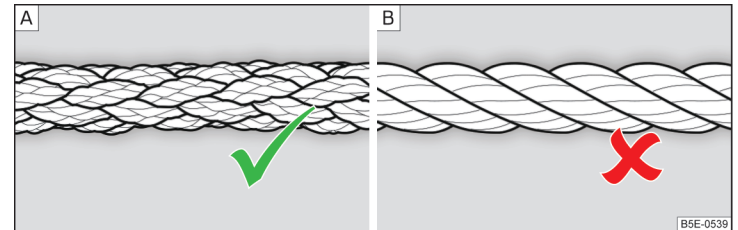

Abb. 148 Geflochtenes Abschleppseil / Gewundenes Abschleppseil
Zum Abschleppen ist ein geflochtenes Abschleppseil zu verwenden » Abb. 148 - A.
- Zum Abschleppen ist kein gewundenes Abschleppseil zu verwenden » Abb. 148 - B, die Abschleppöse könnte sich am Fahrzeug herausdrehen - es besteht Unfallgefahr.